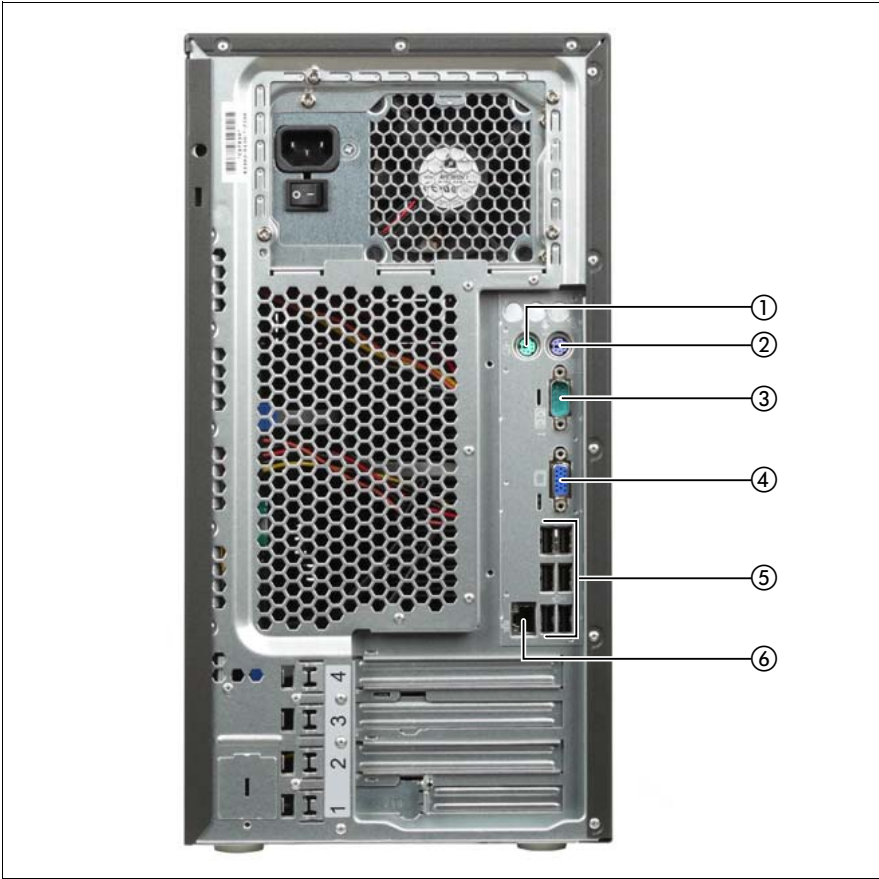

Ilustración 2: Panel de conexión en la parte posterior
La mayoría de los puertos se encuentran en la parte posterior del servidor. El número de puertos adicionales disponibles para su servidor depende de las tarjetas de ampliación instaladas. Los puertos estándar (ilustración 2) se identifican mediante símbolos y codificación de colores:
- Conecte el monitor, el teclado y el ratón a los puertos estándar del servidor (véase la ilustración 2 en la página 32).